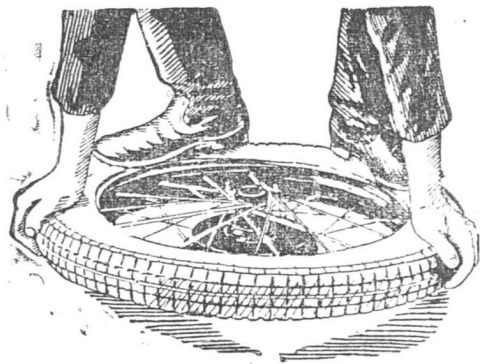

Рис. 36
**Снятие покрышки.** Перед снятием покрышки необходимо выпустить из камеры весь воздух. Отвернув гайку вентиля, обеими ногами наступить на покрышку с одной стороны и вдавить ее в углубление на ободу. (Рис. 36). Одновременно двумя специальными лопатками поднять покрышку через край обода с противоположной стороны. Перебирая лопатками, приподнять покрышку по всему ободу. Сняв таким образом борт покрышки, вынуть камеру.